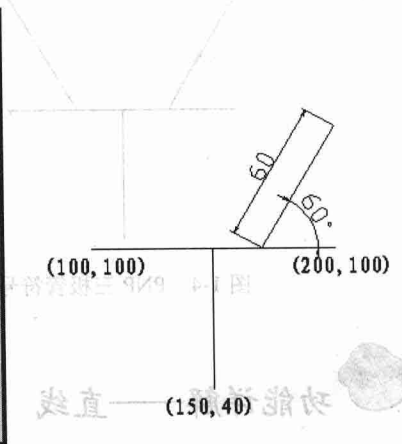

图 1-3 位置参数
Step2 绘制直线。单击“绘图”工具栏中的“直线”按钮, 绘制隔层、基极和集电极, 位置参数如图 1-3 所示。通常采用两点确定一条直线的方式绘制直线, 第一个端点可由光标拾取或者在命令行输入绝对或相对坐标, 第二个端点可按同样的方式输入。其命令行中的提示与操作如下。